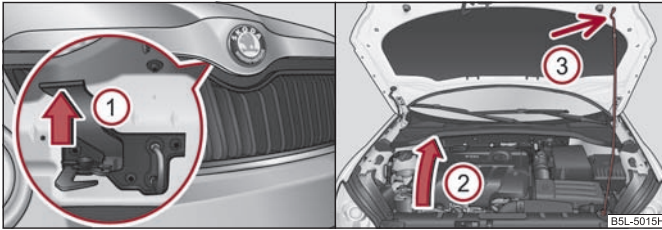

Fig. 13 Grilajul radiatorului: Maneta de siguranță / Asigurarea capotei motorului cu tija de susținere
- Apăsăți maneta de siguranță în sensul indicat de săgeata ① ⇒ fig. 13, capota motorului se încuie.
- Luați tija de susținere în sensul indicat de săgeata ② din suport și asigurați capota deschisă a motorului, introducând capătul tijeii în orificiul prevăzut ③ ⇒ fig. 13.